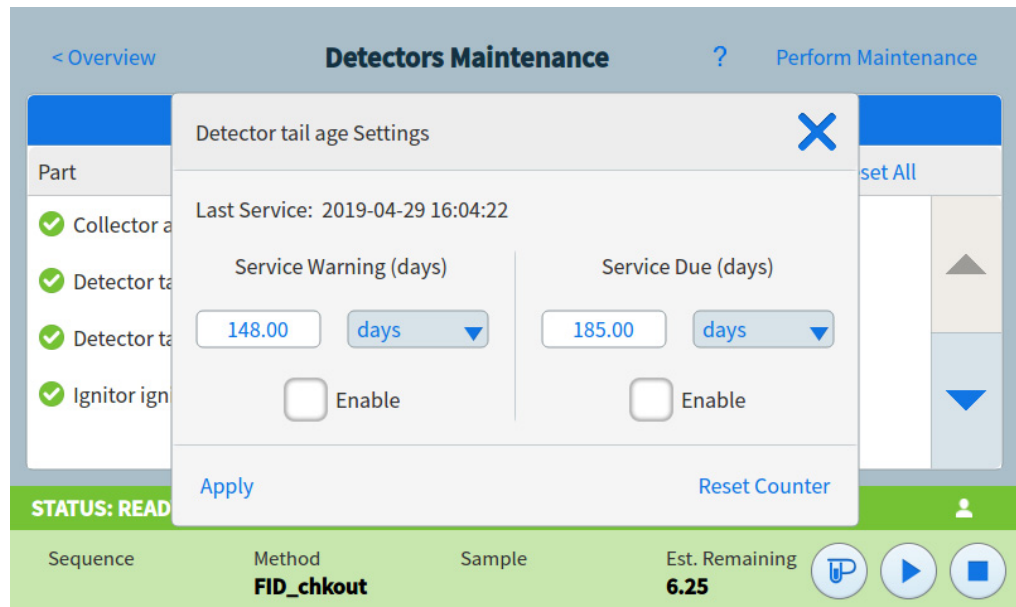

Abb. 31 Dialogfeld „Settings“
- 2 Berühren Sie die Komponentenliste für den Zähler, den Sie ändern möchten. Das Dialogfeld „Settings“ für die ausgewählte Komponente wird eingeblendet. Siehe Abb. 31.